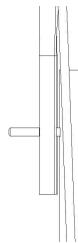

Fig. 2C
- b) Fixez la partie supérieure du guidon sur les barres inférieures avec le bouton de blocage. (Fig. 2C/Fig. 2D/Fig. 2E)